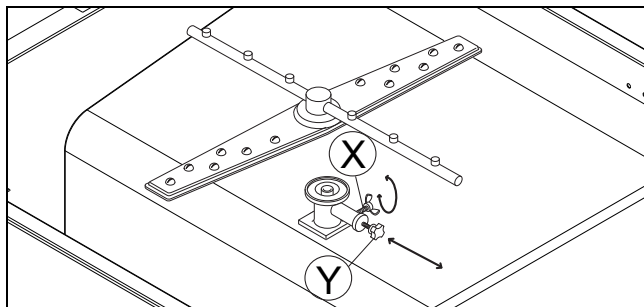

Figure 20 Réglage de la pression de l'eau de lavage
- dévisser l'écrou à ailettes "X" (Figure 20) ;
- appuyer sur la soupape de limitation de pression "Y" (Figure 20) vers l'intérieur, afin de réduire la pression de l'eau dans le bras de lavage inférieur et augmenter ainsi la pression de l'eau dans le bras de lavage supérieur, et faire en sorte que les objets restent dans leur position initiale ;
- revisser l'écrou à ailettes "X" (Figure 20).
- extraire la soupape de limitation de pression "Y" (Figure 20) ;